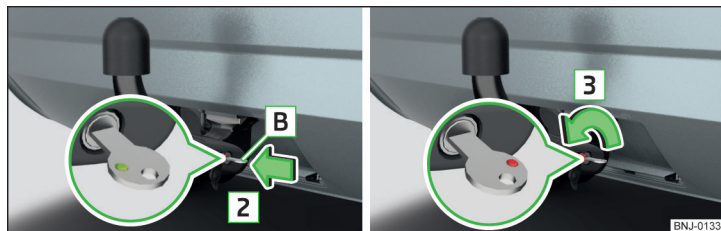

Рис. 159 Вставте ключ в замок / розблокуйте замок
- Вставте ключ **B** у замок у напрямку стрілки **2** таким чином, щоб його зелена позначка була направлена вгору » Рис. 159.